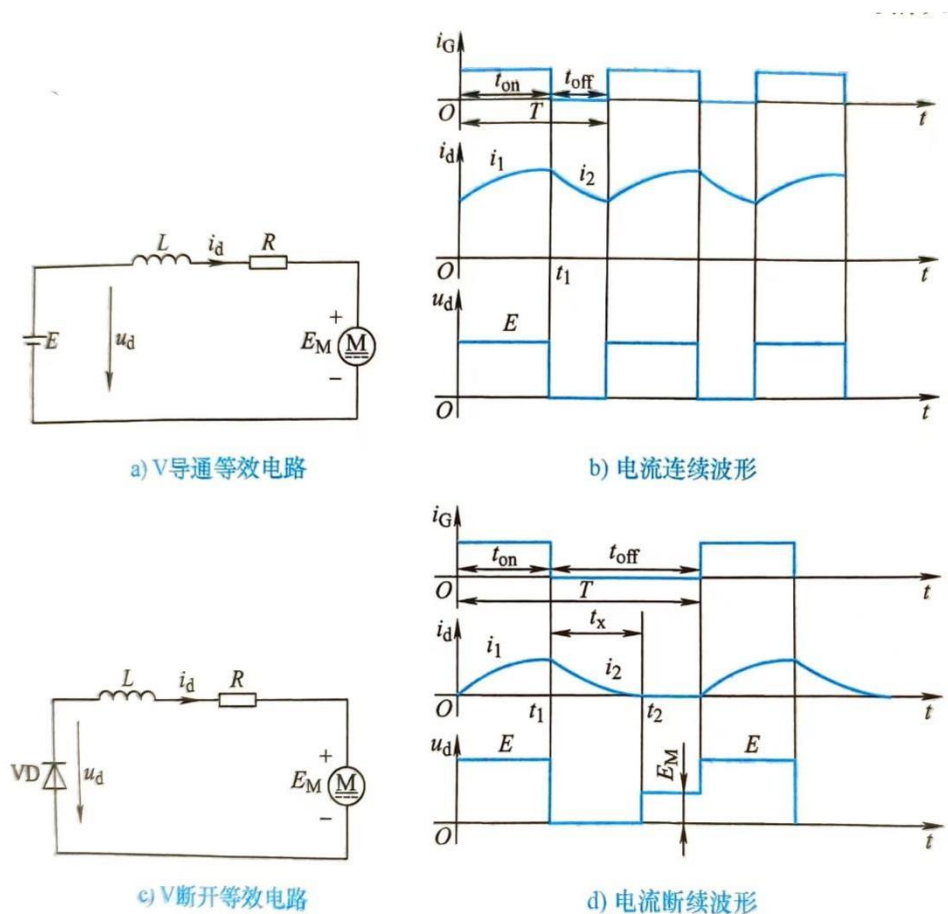

图 3-12 降压斩波电路的等效电路及相应的输出波形
- **Buck 电路**: 降压原理 ( $U_d = \alpha E$ ), 电感电流连续与断续的波形差异 (图 3-12)。